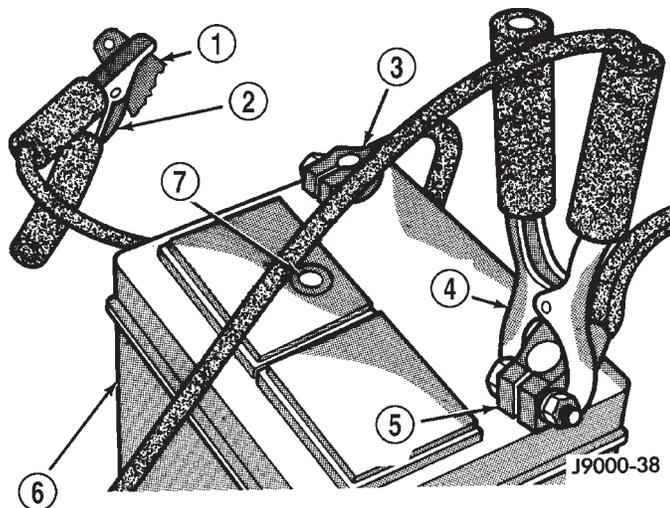

Abb. 1 Anschließen der Starthilfekabel
(5) An der Batterie des liegengebliebenen Fahrzeugs die Klemme des ROTEN Starthilfekabels am Pluspol (+) anschließen. Die Klemme des SCHWARZEN Starthilfekabels am Motor, möglichst nahe beim Befestigungspunkt des Massekabels anschließen (Abb. 1).
(6) Den Motor des Fremdfahrzeugs anlassen und einige Minuten mit Leerlaufdrehzahl laufen lassen. Dann den Motor des liegengebliebenen Fahrzeugs anlassen.